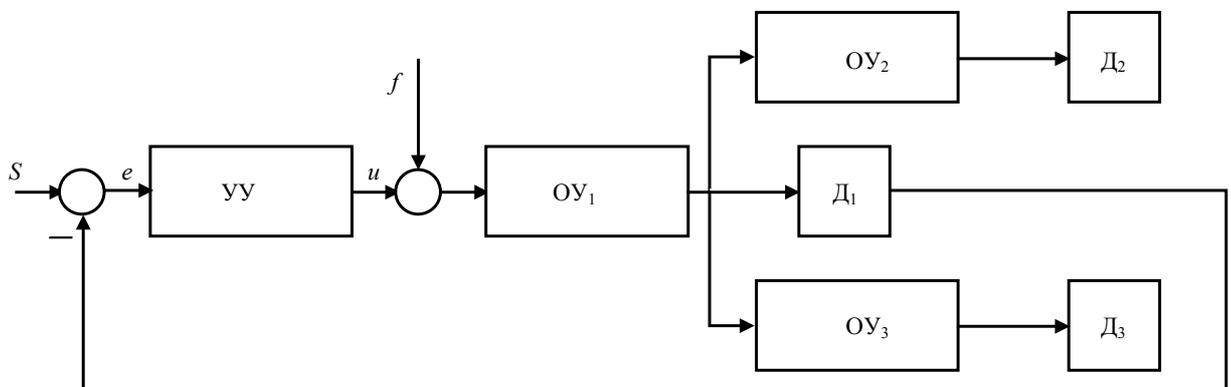

Рис. 1. Структурная схема системы автоматического управления:
1. Построить модель системы логического управления, согласно рис. 1.